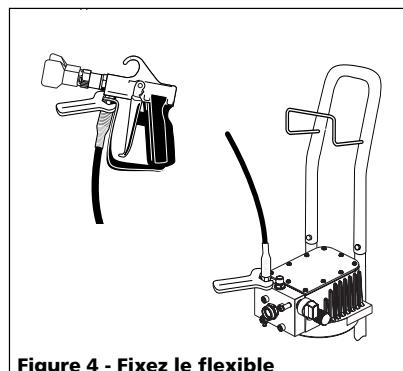

Figure 4 - Fixez le flexible
5. Fixez le flexible haute pression à la pompe et au pistolet à peinture en utilisant une clé de 11/16 po (Voir la Figure 4). Ne fixez pas l'assemblage d'aspiration en ce moment.